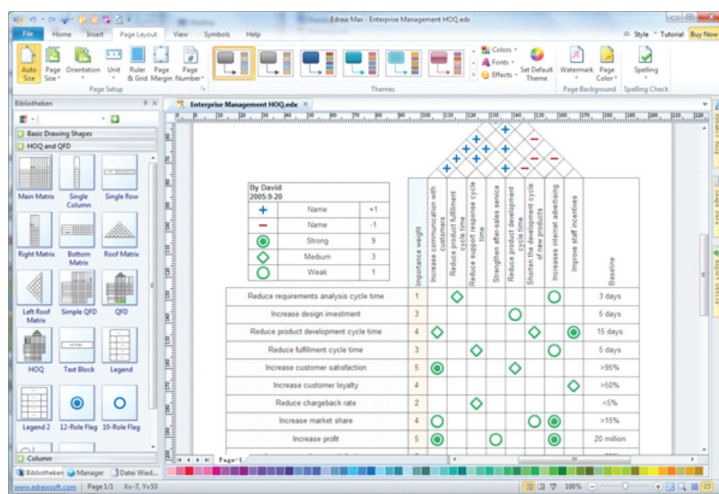

Рис. 2. Построение «Дома качества» с помощью программы QFD Designer
– QFD Designer помогает сделать QFD быстрее и лучше, а также можно использовать его для любой бизнес-задачи, требующей сравнения «многих ко многим» [4]. На рис. 2 представлено построение «Дома качества» в программе QFD Designer.